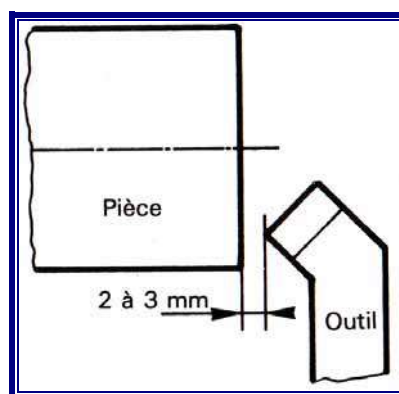

Figure 5
- Approcher le bec de l'outil de 3 à 5 mm de la pièce (fig. 5).